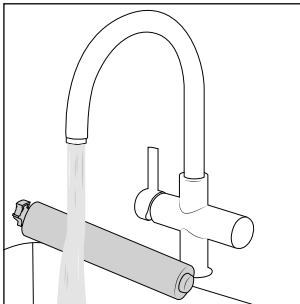

Abb. 35
- ♦ Reinigen Sie den Spritzschutz **7** und die Bürstenrolle **6** unter fließendem, warmen Wasser (siehe Abb. 35).